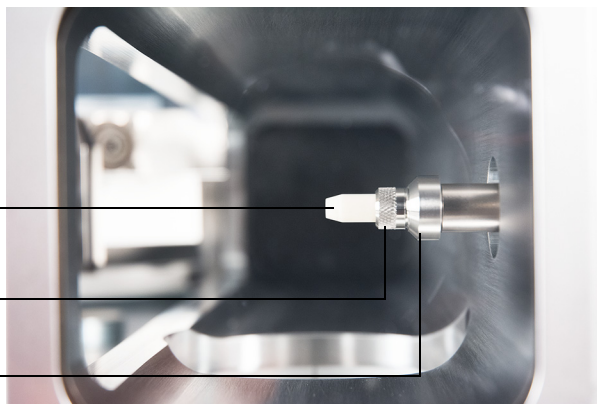

図 18 インターフェイスチップシール
- 1 CI イオン源、EI エクストラクタ イオン源、または HES が取り付けられていることを確認します。EI SS または不活性イオン源が取り付けられているときは、このチップシールとスプリングを取り付けしないでください。(図 18 を参照してください)。